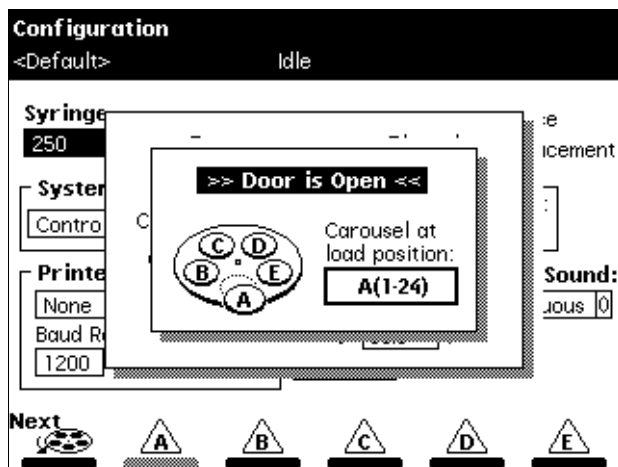

图 4-2 门已打开对话框
1. 打开样品转盘门。屏幕内将显示 Door is Open（门已打开）对话框，如图 4-2 所示。
1. 如果样品转盘的门为关闭则将其打开。屏幕内将显示 **Door is Open**（门已打开）对话框，如图 4-2 所示。